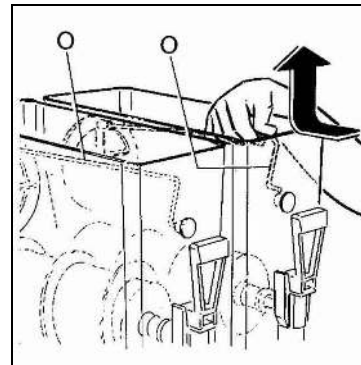

Fig. 10
- Estrarre il dispositivo di miscelazione superiore (O) spingendolo leggermente all'indietro per poterlo disincastare dalla propria sede (vedi fig. 10).